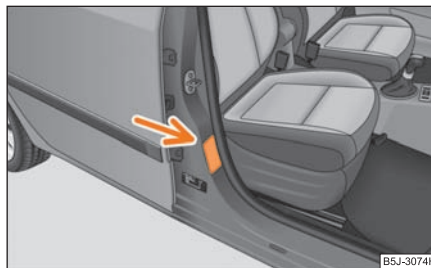

Fig. 155 Autocolant pe stâlpul central al ușilor, partea pasagerului din dreapta
- Asupra acestui aspect atenționează și autocolantul amplasat pe partea dreaptă, pe stâlpul central al ușilor ⇒ fig. 155. Eticheta poate fi observată după deschiderea ușii pasagerului din dreapta. În unele țări, eticheta este lipită și pe parasolarul pasagerului din dreapta.